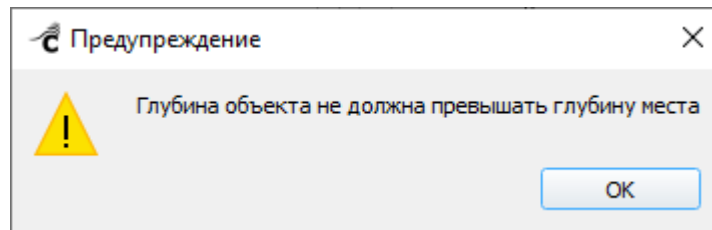

Рисунок 237 – Сообщение «Глубина объекта не должна превышать глубину места»
- поле «Глубина объекта (м)» – значение глубины объекта в метрах. Значение глубины объекта не должно превышать глубину места, в противном случае при сохранении настроек карточки отобразится соответствующее сообщение (Рисунок 237);